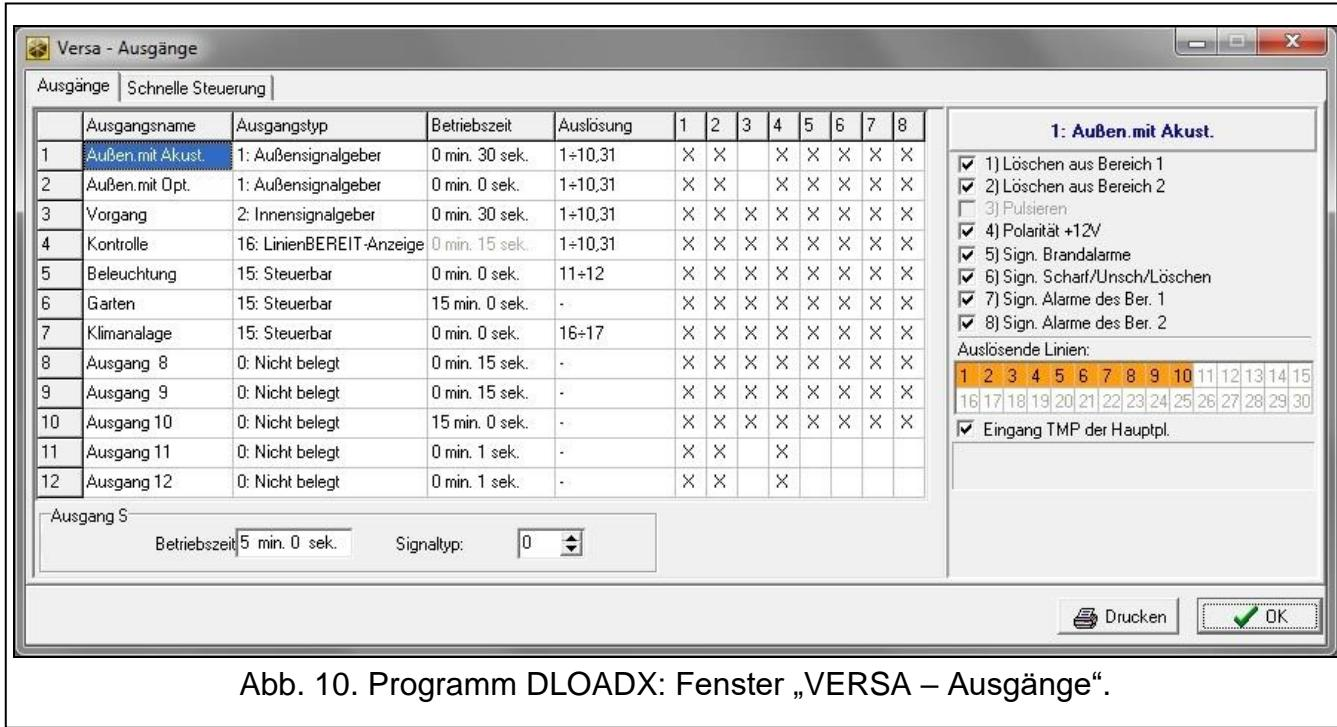

Abb. 10. Programm DLOADX: Fenster „VERSA – Ausgänge“.
- über das Programm DLOADX: Fenster „VERSA – Ausgänge“ (Abb. 10).